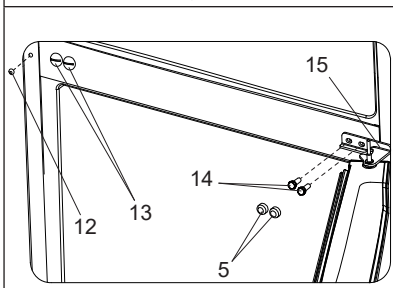

Рисунок 10
10. Шлицевой отверткой снимите колпачки 5, заглушку 12 и выкрутите декоративные заглушки 13 (см. рисунок 10).
11. Торцовым ключом на 10 выкрутите болты 14 среднего кронштейна 15 (см. рисунок 10) и снимите его.